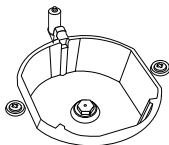
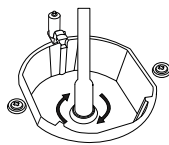

Figura 3
Figura 4
2. Deve retirar o bico (figura 3) do queimador com chave de bicos especial e instalar o novo bico. (Figura 4)